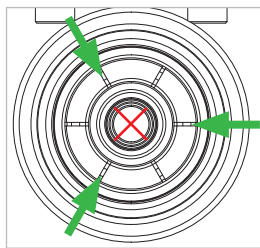

Figure 7
Remarque : Veiller à ce qu'aucun détergent ne pénètre dans la conduite de gaz (*Figure 7*).
- ▶ Vaporisez brièvement une fois le lubrifiant avec le petit tube entre chaque deuxième pince de serrage (Figure 7).
Attention : Le lubrifiant ne doit pas être vaporisé dans la conduite de gaz (Figure 7).